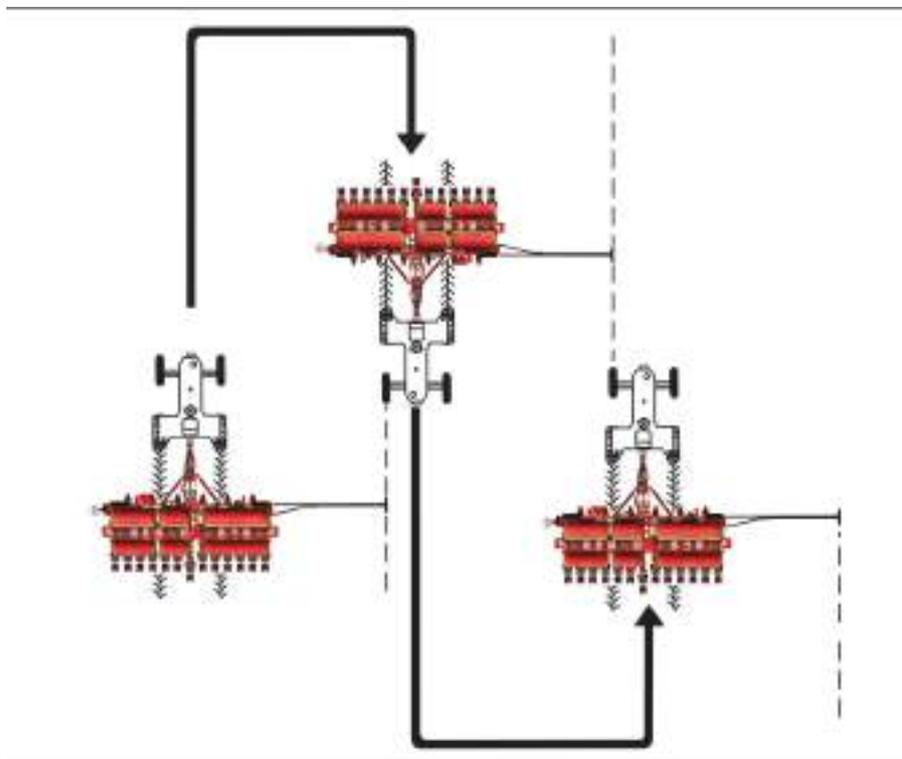

fig. 138
**OPÇÃO 1:** Realizando a marcação pelo pneu dianteiro do trator (no lado de dentro) (fig. 138).